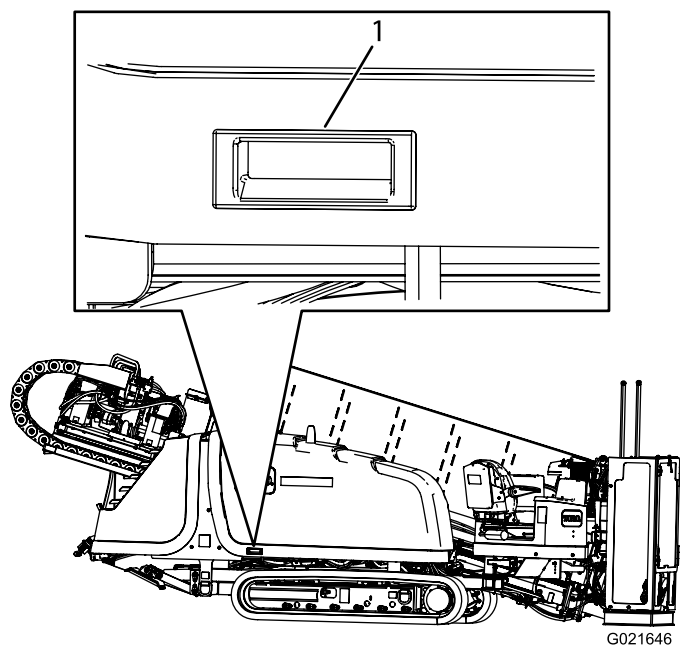

Figure 96
3. Tirez la poignée, comme montré à la Figure 96.